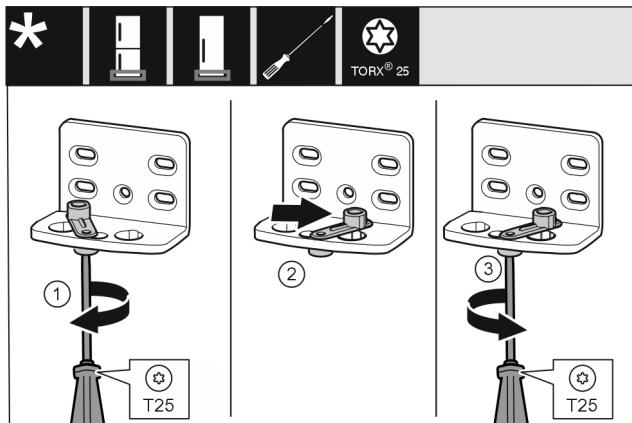

Fig. 23
- ▶ Înșurubați slăbit șurubul cu șurubelnița T25. Fig. 23 (1)
- ▶ Ridicați dispozitivul auxiliar de închidere a ușii și rotiți-l cu 90° spre dreapta în orificiu. Fig. 23 (2)
- ▶ Înșurubați ferm șurubul cu șurubelnița T25. Fig. 23 (3)